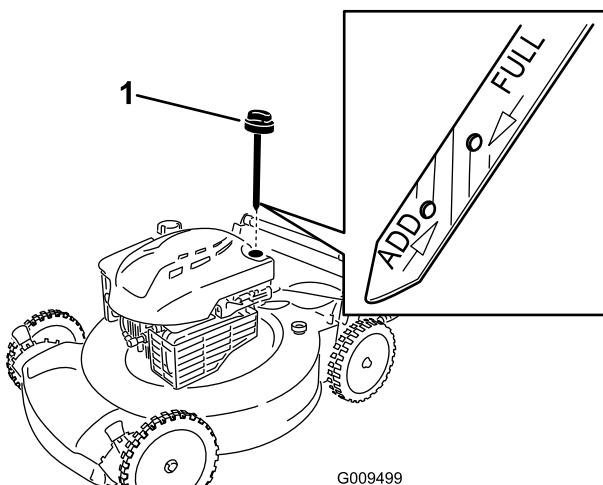

Рисунок 5
- Извлеките щуп (Рисунок 5) и заполните маслом примерно 3/4 емкости картера через маслозаливную горловину.
5. Выньте щуп и проверьте уровень масла по щупу, см. Рисунок 5.